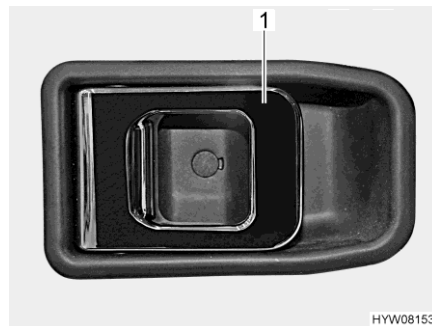

Bild 37 Tüschloss (Fahrertür/Wohnraumbür innen)
- Am Griff (Bild 37,1) ziehen. Das Tüschloss wird entriegelt bzw. geöffnet.
- Den Griff (Bild 37,1) drücken. Das Tüschloss wird verriegelt.